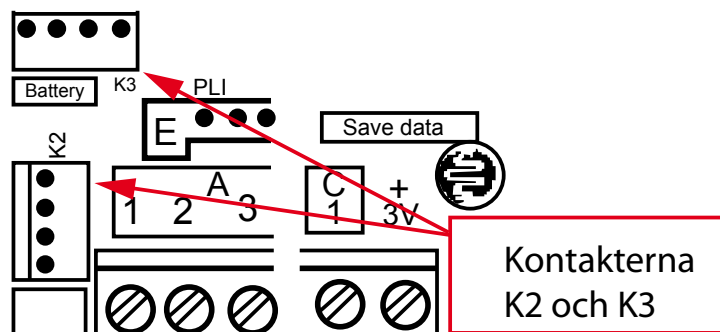

Fig.3. Kopplingsplint F4
3. Gör mätaren spänningslös genom att koppla ur de fyrpoliga kontaktarna K2 och K3, se fig.3.